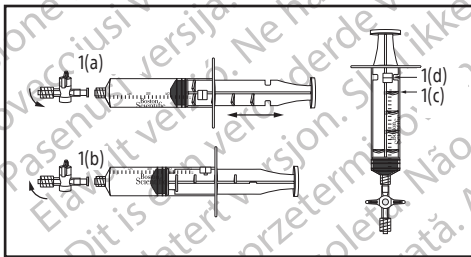

Figura 1.
1. Examine a válvula reguladora (Figura 1(a)). A válvula reguladora tem duas ligações luer para ligar à agulha e à seringa. O ar pode ser trocado com a válvula reguladora na posição aberta. A válvula reguladora está aberta quando está alinhada em paralelo com a seringa; está fechada quando está perpendicular à seringa (conforme ilustrado).
2. Examine a seringa (Figura 1). O corpo da seringa tem um pino de bloqueio (Figura 1 (d)) e o êmbolo da seringa tem quatro aletas de retenção (Figura 1(c)). O êmbolo da seringa pode ser manuseado dentro do corpo da seringa para bloquear e desbloquear a seringa. Para bloquear a seringa, puxe o êmbolo
até que fique alinhado com o volume de sucção pretendido (Figura 1(a)). Rode o êmbolo no sentido dos ponteiros do relógio de forma que o pino de bloqueio encaixe nas aletas de retenção no êmbolo (Figura 1(b)). Rode o êmbolo no sentido contrário ao dos ponteiros do relógio para soltar.